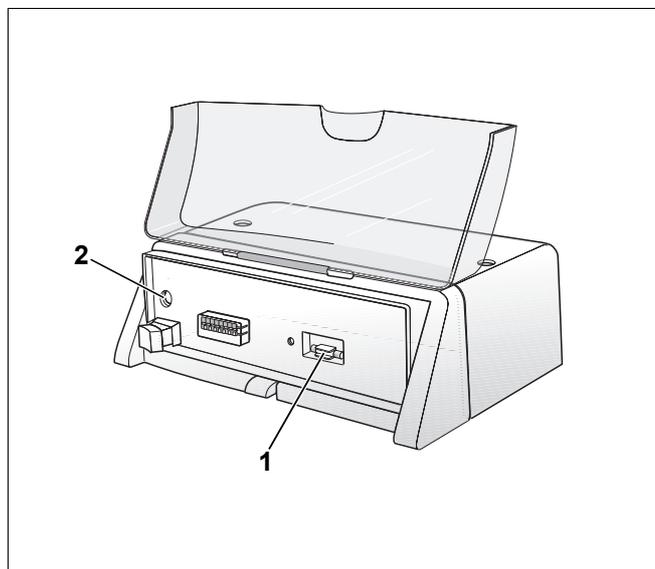

Fig. 6 Remplacement du fusible de l'installation de chauffage
A l'avant de l'appareil de régulation (sous le contrôleur de base) se trouve un évidement avec un fusible de rechange pour l'installation de chauffage (fig. 6, **pos. 1**).
- Retirez le cache du fusible à l'aide d'un tournevis dans le sens des aiguilles d'une montre (fig. 6, **pos. 2**).
- Sortez le cache et le fusible défectueux (fig. 6, **pos. 2**) par l'avant.